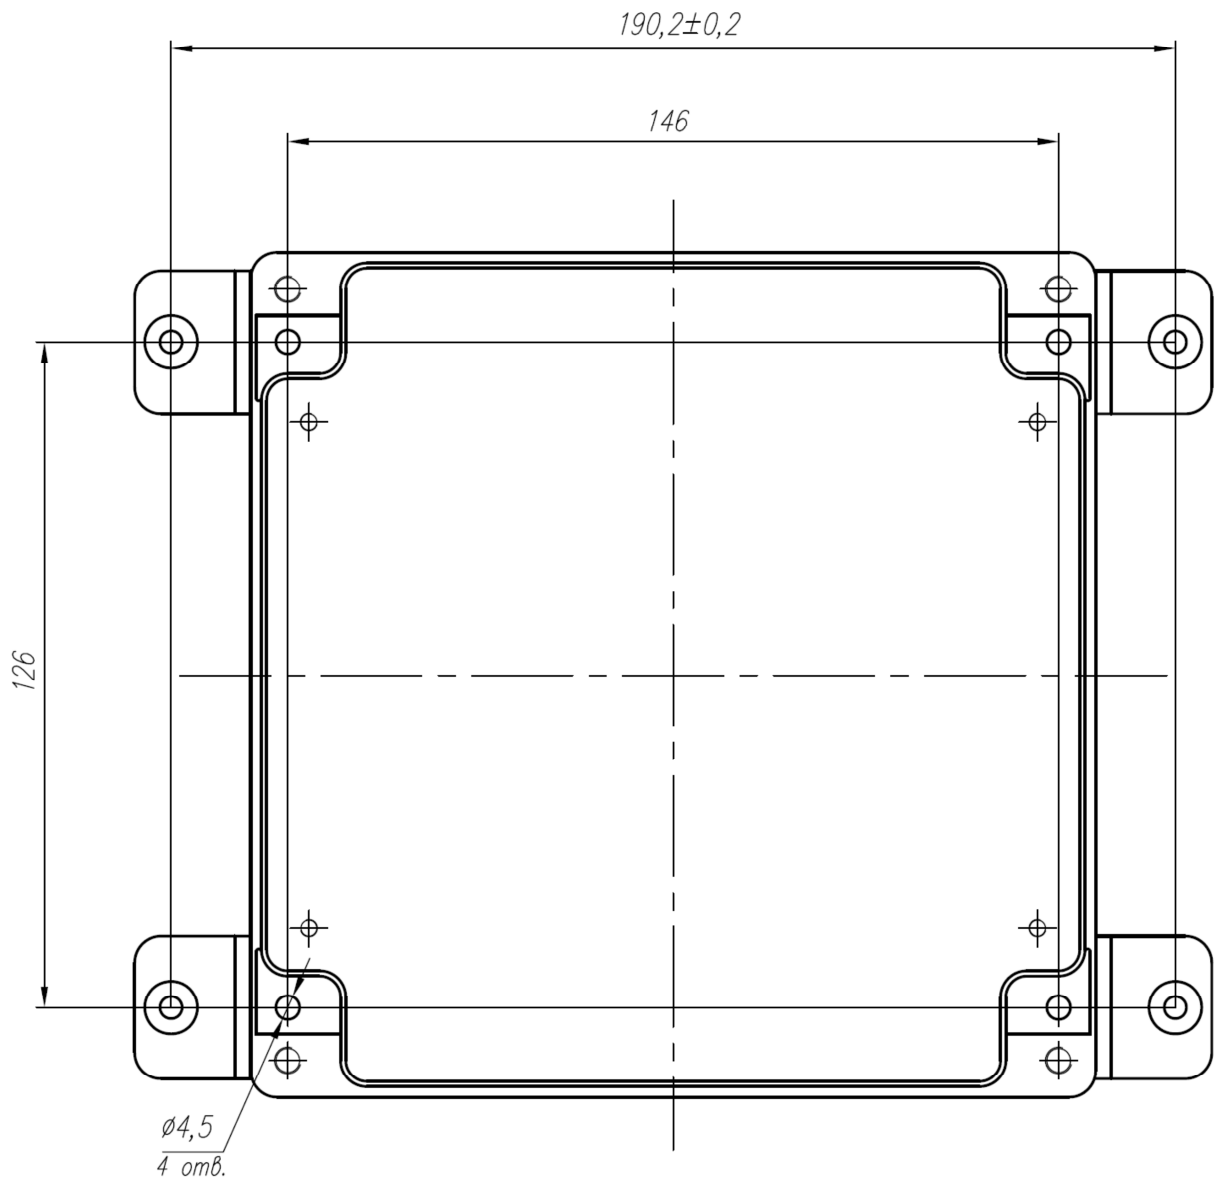

Рисунок 2 Вариант монтажа БПЭК-05 с кронштейнами
5.3 Подключить сетевой кабель питания к 1 и 2 контактам разъема X1 (см. рис. 2). Обозначение разъема X1 нанесено на плате прибора.